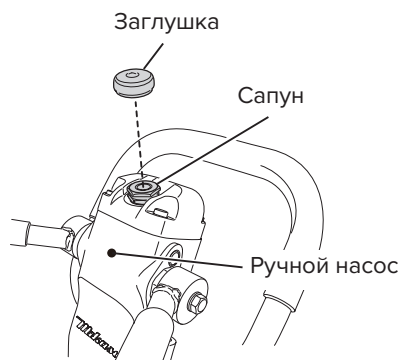

Рис. 32
Проверяйте гидравлическое масло каждые 100 часов работы. Переместите рукоятку в вертикальное положение (как для хранения), снимите сапун в верхней части ручного гидравлического насоса, чтобы проверить уровень гидравлического масла (рис. 32).
1. Снимите заглушку ручного насоса. Затем снимите сапун (гаечным ключом на 24 мм) перед снятием гидравлического шланга, подсоединенного к цилиндру со стороны вибратора, установите рычаг управления вперед, затем слейте гидравлическое масло из насоса (рис. 32 и 33).